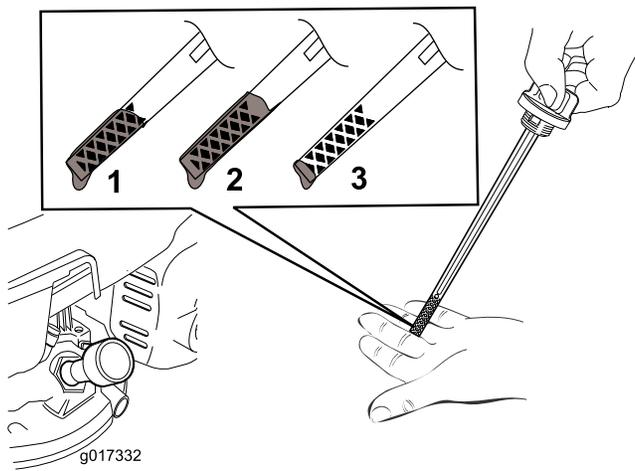

图12
5. 要确定量油尺上的机油油位是否合适、请参阅图12)。
注意 向发动机曲轴箱添加机油直到量油尺显示机油油位达到图12中所示的正确位置。如果发动机加注机油过多则需要按照 更换机油 \(页码 13\) 的说明去除多余机油。